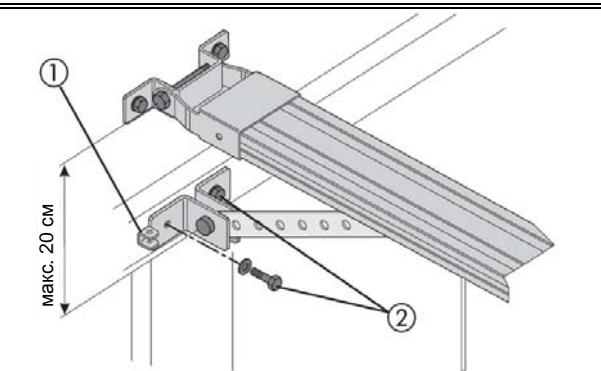

Рис. 17
Установить крепление на полотно ворот, так чтобы отверстие под отпускающим тросик было расположено с левой стороны полотна ворот (рис. 17, поз. 1).
- 4) Проверить, что расстояние от центральной точки переднего крепления, расположенной посередине между крепёжными отверстиями, и устанавливаемым на полотно ворот креплением не превышает 20 см (рис. 17). В целях обеспечения правильной работы автоматической системы рекомендуется, чтобы угол наклона рычага к направляющему профилю составлял не более 30°.
- 5) Наметить и просверлить отверстия и закрепить кронштейн на полотно ворот. **Внимание!** Шурупы (рис. 17, поз. 2) в комплект привода не входят!